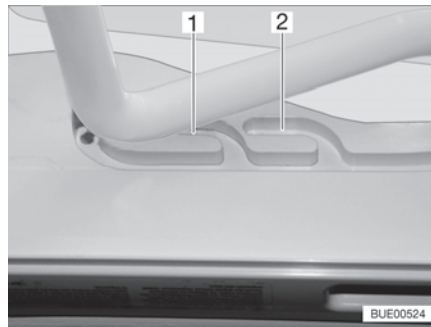
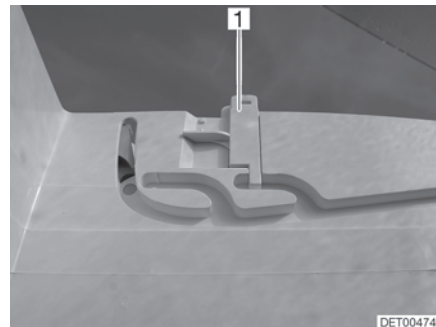

Fig. 45 Glissière (position de ventilation)
Fig. 46 Verrouillage (position de ventilation)
Il est possible d'amener le lanterneau Heki en deux positions de ventilation : Position pour mauvais temps (Fig. 45,1) et position intermédiaire (Fig. 45,2). Selon l'équipement, il est possible de verrouiller le lanterneau en position intermédiaire avec les deux verrous (Fig. 46,1) à gauche et à droite du cadre du lanterneau.
- Pousser légèrement l'étrier vers le haut, le pousser dans la glissière choisie (Fig. 45,1 ou 2) et le verrouiller si nécessaire.